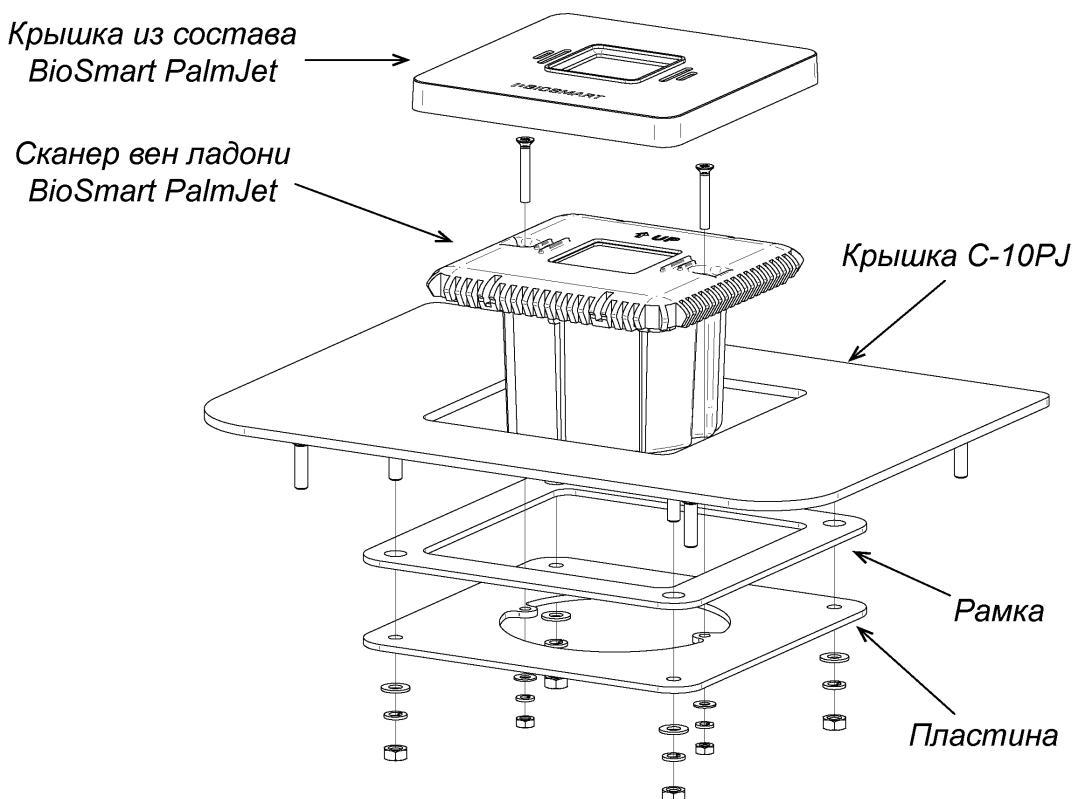

Рисунок 31. Боковая крышка PERCo-C-10PJ со сканером вен ладони BioSmart PalmJet
3. Боковая крышка **PERCo-C-10PJ** предназначена для установки в турникет сканера вен ладони **BioSmart PalmJet**. Сканер поставляется отдельно от крышки. Крышка исполнена из нержавеющей стали, сканер устанавливается непосредственно на боковую крышку (см. рис. 31), монтажная пластина и рамка входят в комплект поставки боковой крышки.